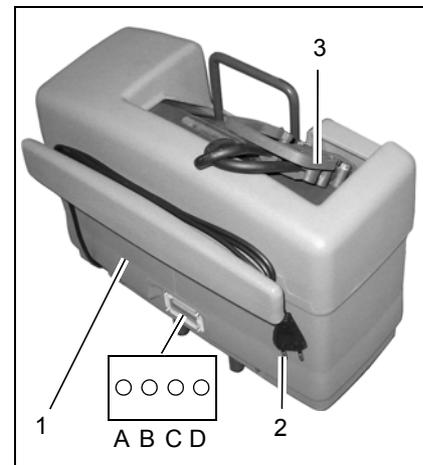

Fig.13
O kit de baterias (Fig. 13/1) constitui a fonte de alimentação para a Scrubmaster B10.
1. Ligue a ficha das baterias (Fig. 13/3) à tomada de baterias no Kit de baterias (como ilustrado na figura).
2. Insira a ficha (Fig. 13/2) na tomada elétrica.
- LED (A) luz amarela = <80% carga
- LED (B) luz amarela = >80% carga
- LED (C) luz verde = 100% carga
4. A seguir ao processo de carregamento, desligue a ficha. Os erros são sinalizados pelo LED (D) de cor vermelha. Contacte o seu revendedor Hako na eventualidade de um erro!